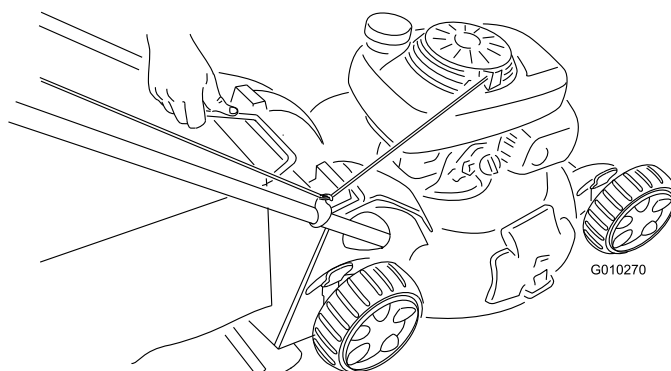

Рисунок 29
2. Поднимите ручку мешка для травы из канавок около верха газонокосилки и снимите мешок с газонокосилки (Рисунок 29).